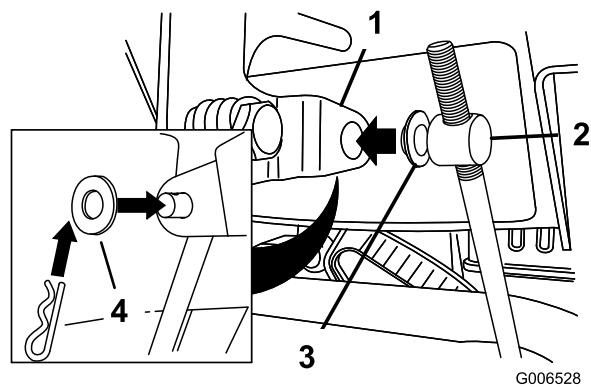

Figure 6
3. Retirez la goupille fendue et la rondelle extérieure du tourillon à l'extrémité supérieure de la tige de commande de vitesse (Figure 6).
Remarque: Pour faciliter le montage, laissez la rondelle plate sur le tourillon (Figure 6).
6. Soulevez la tige de commande de vitesse et insérez le tourillon dans le trou du levier sélecteur de vitesses (Figure 6).
- B. Retirez le tourillon du sélecteur de vitesses (Figure 6).
- C. Tournez le tourillon vers le bas (sens horaire) sur la tige de commande de vitesse (Figure 6).
- D. Remettez le tourillon sur le sélecteur de vitesses (Figure 6).
- C. Tournez le tourillon vers le haut (sens anti-horaire) sur la tige de commande de vitesse (Figure 6).